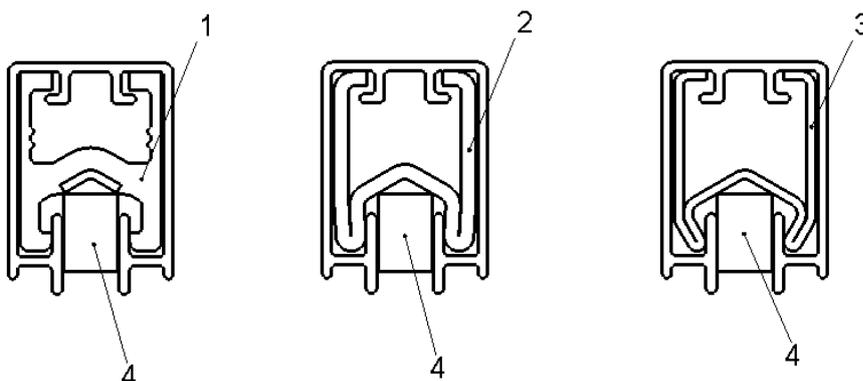

Abb. 11: Kunststoff-Einlege-teil (im Lieferumfang der horizontalen Rollen enthalten)
| <p align="center">Rollensatz für Vertikalbogen 0812 (Innen- und Außenbogen)</p> | <p align="center">Rollensatz für Horizontalbogen 0812 (Innen- und Außenbogen inkl. Einlegeteil siehe Abb. 11)</p> |
Die mitgelieferten Kunststoff-Einlege-teile (4) verwenden (siehe Abb. 11), um einer Verformung des Profilquerschnittes entgegenzuwirken!
Für die Herstellung eines Horizontalbogens muss zuerst das Einlegeteil in das einseitig offene Profil eingelegt werden, damit es beim Biegen nicht von den Walzen zusammengedrückt wird (siehe Abb. 11).